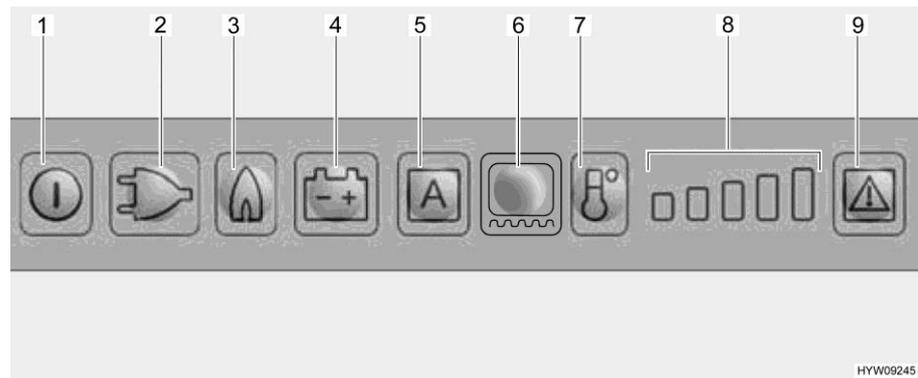

Fig. 243 Cuadro de mando de LED (frigorífico Dometic)
Al seleccionar el suministro de gas se abre automáticamente el seguro de encendido, de forma que puede fluir gas hacia el quemador. Simultáneamente se conecta el encendedor electrónico. Si se apaga la llama de gas, p. ej. debido a un golpe de viento, el encendedor se activa inmediatamente y enciende de nuevo el gas. En caso de alguna avería en el funcionamiento a gas, parpadearán los botones luminosos Gas (Fig. 243,3) y Avería (Fig. 243,9) y sonará una alarma acústica por 20 segundos.
- Pulsar la tecla On/Off (Fig. 243,1) por aprox. 2 segundos. El frigorífico se conectará, se visualizará el modo de funcionamiento seleccionado más recientemente.
- Pulsar el botón luminoso para el modo de funcionamiento deseado (Fig. 243,2 - 4) o el modo automático "AES" (Fig. 243,5) (sólo en el caso del modelo AES).
- Ajustar la temperatura de refrigeración con la tecla Nivel de refrigeración (Fig. 243,7). El indicador de nivel de refrigeración (Fig. 243,8) indicará el ajuste seleccionado del termostato.
- Pulsar la tecla On/Off (Fig. 243,1) por aprox. 2 segundos.
Una vez conectado, el frigorífico automáticamente seleccionará el ajuste medio del termostato. Este ajuste puede modificarse manualmente con la tecla Nivel de refrigeración (Fig. 243,7). Pasan algunas horas hasta que el frigorífico alcanza la temperatura de servicio normal. Al cambiar a otro modo de funcionamiento, se conservará el ajuste del termostato.
- Conectar la calefacción de marco por un período de 2 horas: Pulsar el botón luminoso Calefacción de marco (Fig. 243,6) una vez. Estará iluminada una barra del indicador de nivel de refrigeración (Fig. 243,8).
- Conectar la calefacción de marco por un período de 5 horas: Pulsar el botón luminoso Calefacción de marco (Fig. 243,6) dos veces. Estarán iluminadas dos barras del indicador de nivel de refrigeración (Fig. 243,8).
- Ajustar la calefacción de marco en funcionamiento continuo: Pulsar el botón luminoso Calefacción de marco (Fig. 243,6) tres veces. Estarán iluminadas tres barras del indicador de nivel de refrigeración (Fig. 243,8).
El indicador de nivel de refrigeración (Fig. 243,8) visualizará el tiempo de funcionamiento de la calefacción de marco por algunos segundos.
En caso de alguna avería, el botón luminoso Avería (Fig. 243,9) parpadeará. Además parpadeará o bien uno de los botones luminosos Modo de funcionamiento o el indicador de nivel de refrigeración. Adicionalmente sonará una señal de advertencia acústica. Para indicaciones con respecto a la indicación de errores y la eliminación de errores, véase el capítulo 15.
- ▷ Después de haber eliminado una avería del funcionamiento a gas, pulsar el botón luminoso Reset (Fig. 243,9).